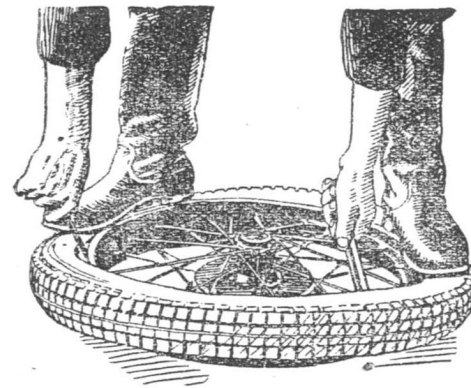

Рис. 37.
**Укладка камеры в покрышку.** Перед укладкой камеры надо проверить, удален ли из покрышки предмет, который повредил камеру. После этого камеру, слегка накачанную можно вкладывать в покрышку. При укладке необходимо следить, чтобы вентиль вошел в отверстие обода. (Рис. 37).